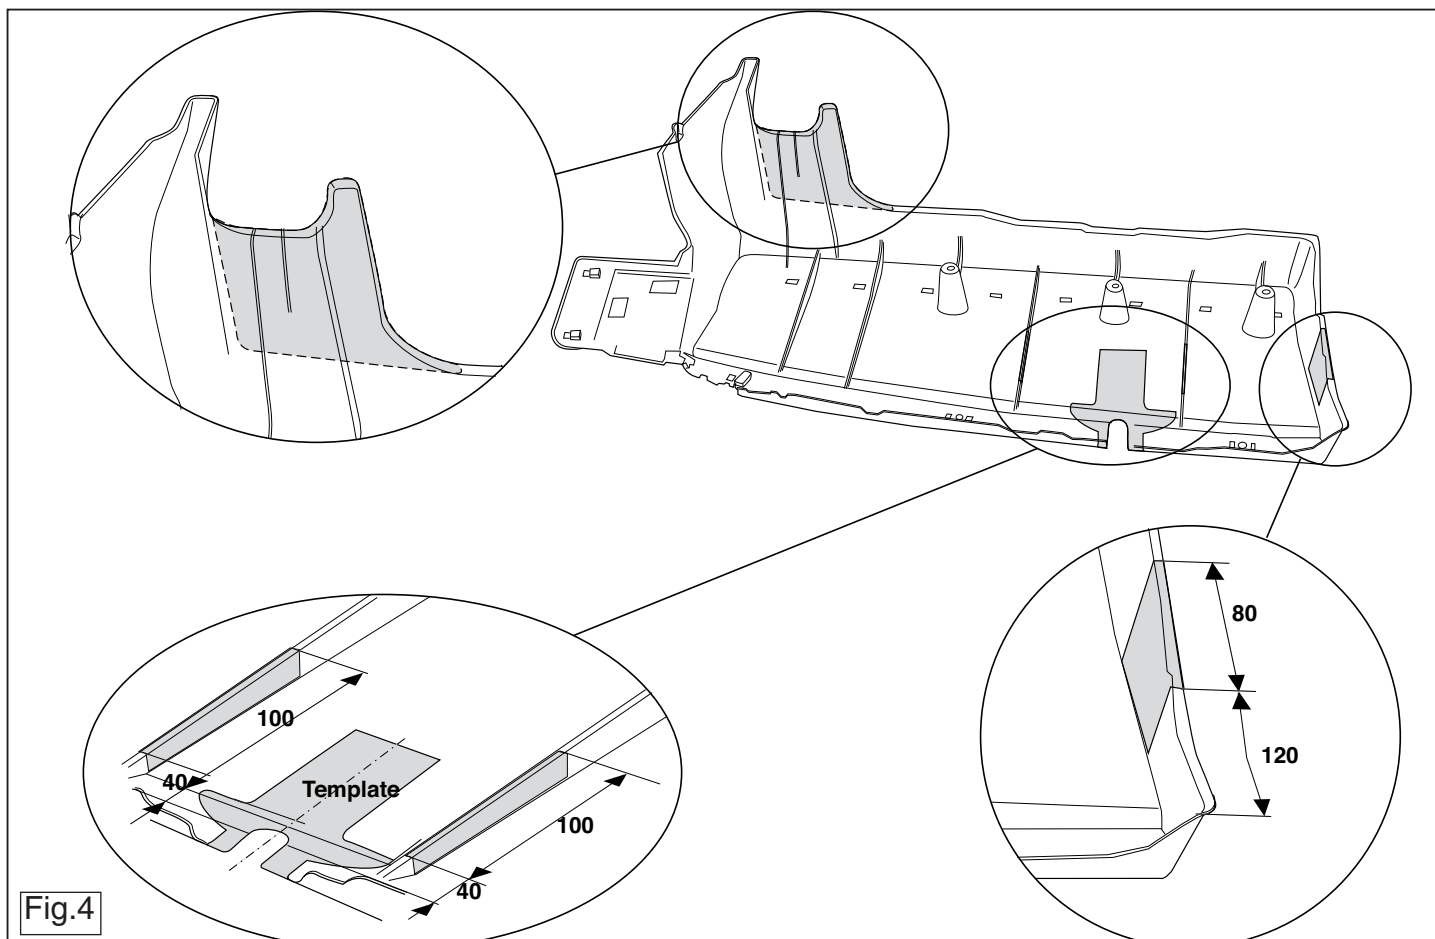

Fig.4
4. Saw out the portions as indicated in fig. 4.
4. Gemäß Abb. 4 die angegebenen Teile heraussägen.
4. Scier les parties indiquées conformément à la figure 4.
4. Såga ut delarna enligt fig. 4.